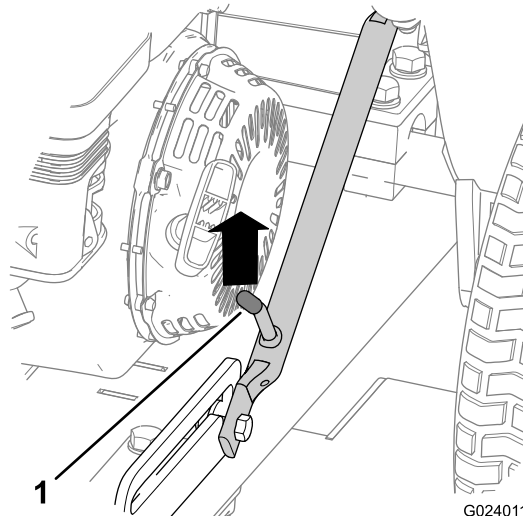
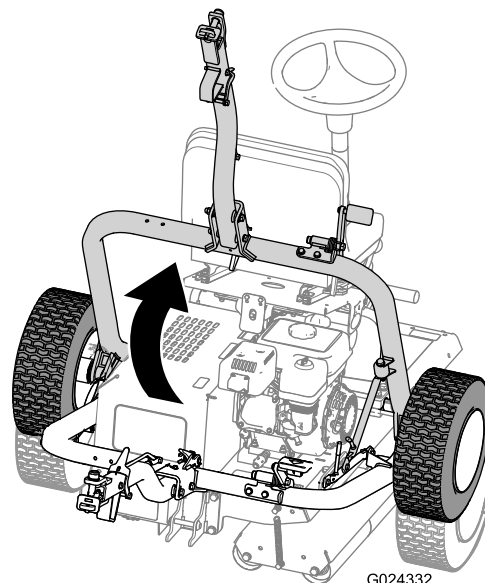

Figura 25
Figura 29
- A. Empuje la barra de tracción hacia arriba hasta que la palanca de cierre se desenganche de la muesca de la guía (Figura 25).
- D. Levante la barra de tracción (Figura 29) hasta que la palanca de cierre se bloquee en la muesca de la guía (Figura 25).